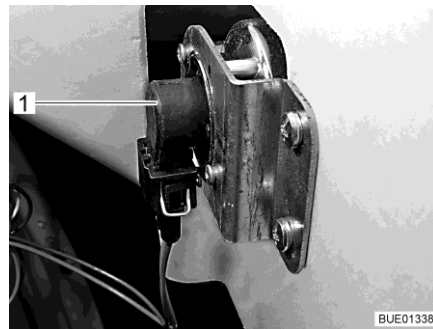

Fig. 288 Intermitente
- Meter la mano detrás del portalámparas (Fig. 288,1).